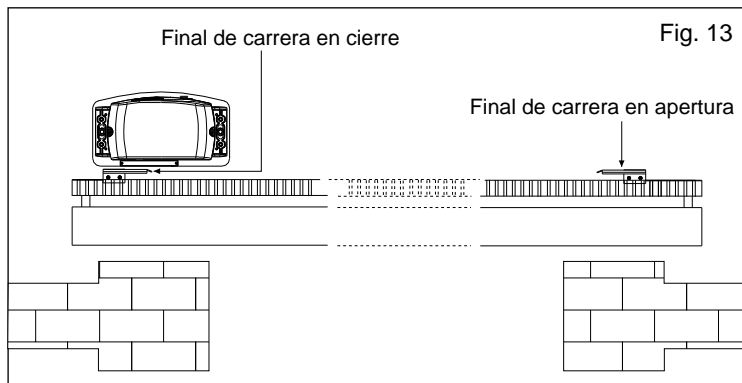

Fig. 13
**7.1.** Para instalar y regular los finales de carrera en apertura, seguir las instrucciones abajo elencadas (Fig. 13):
**7.2.** Para instalar y regular los finales de carrera en cierre, seguir las instrucciones abajo descritas (Fig. 13):